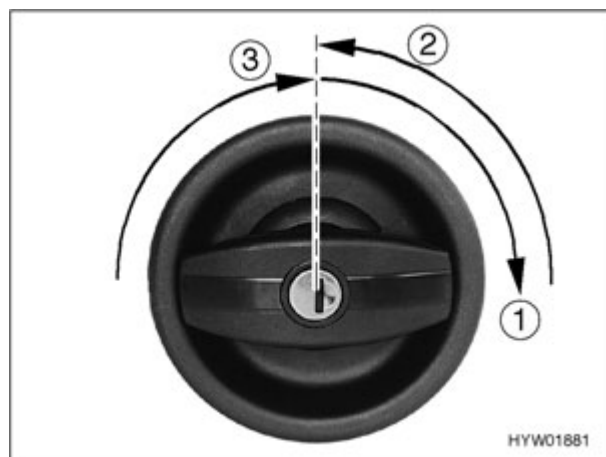

Fig. 20 Cerradura de la puerta, exterior, abrir
- Introducir la llave en el cilindro de cierre y girar en sentido de las agujas del reloj (Fig. 20,1) hasta que esté desbloqueada la cerradura de la puerta.
- Girar hacia atrás la llave a la posición central (Fig. 20,2) y extraerla.
- Girar el puño de la puerta en el sentido de las agujas del reloj (Fig. 20,3), hasta que se desbloquee la cerradura de la puerta.